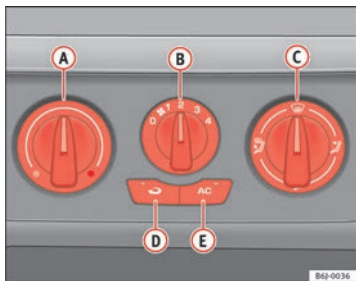

Abb. 94 In der Instrumententafel: Bedienelemente der Heizung
- Drehen Sie den Temperaturregler ⇒ Abb. 94 **A** nach links.
- Drehen Sie den Temperaturregler ⇒ Abb. 94 **A** nach rechts, bis die gewünschte Heizleistung erreicht ist.
- Drehen Sie den Temperaturregler ⇒ Abb. 94 **A** ganz nach rechts auf die höchste Heizleistung.